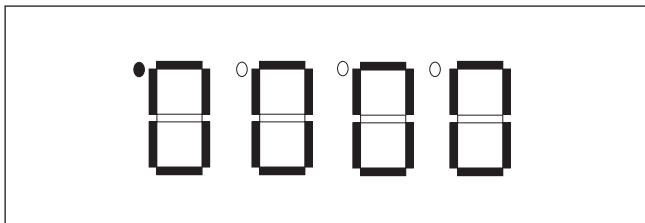

Рисунок 4 - Настройка таймера
- 1) В режиме «Таймер» нажмите кнопку «ВЫБОР». Цифровой индикатор начнёт мигать. При этом два левых числа отображают «часы», а два правых числа – «минуты» (см. рисунок 4). Например, установка «12 30» означает 12 часов 30 минут.